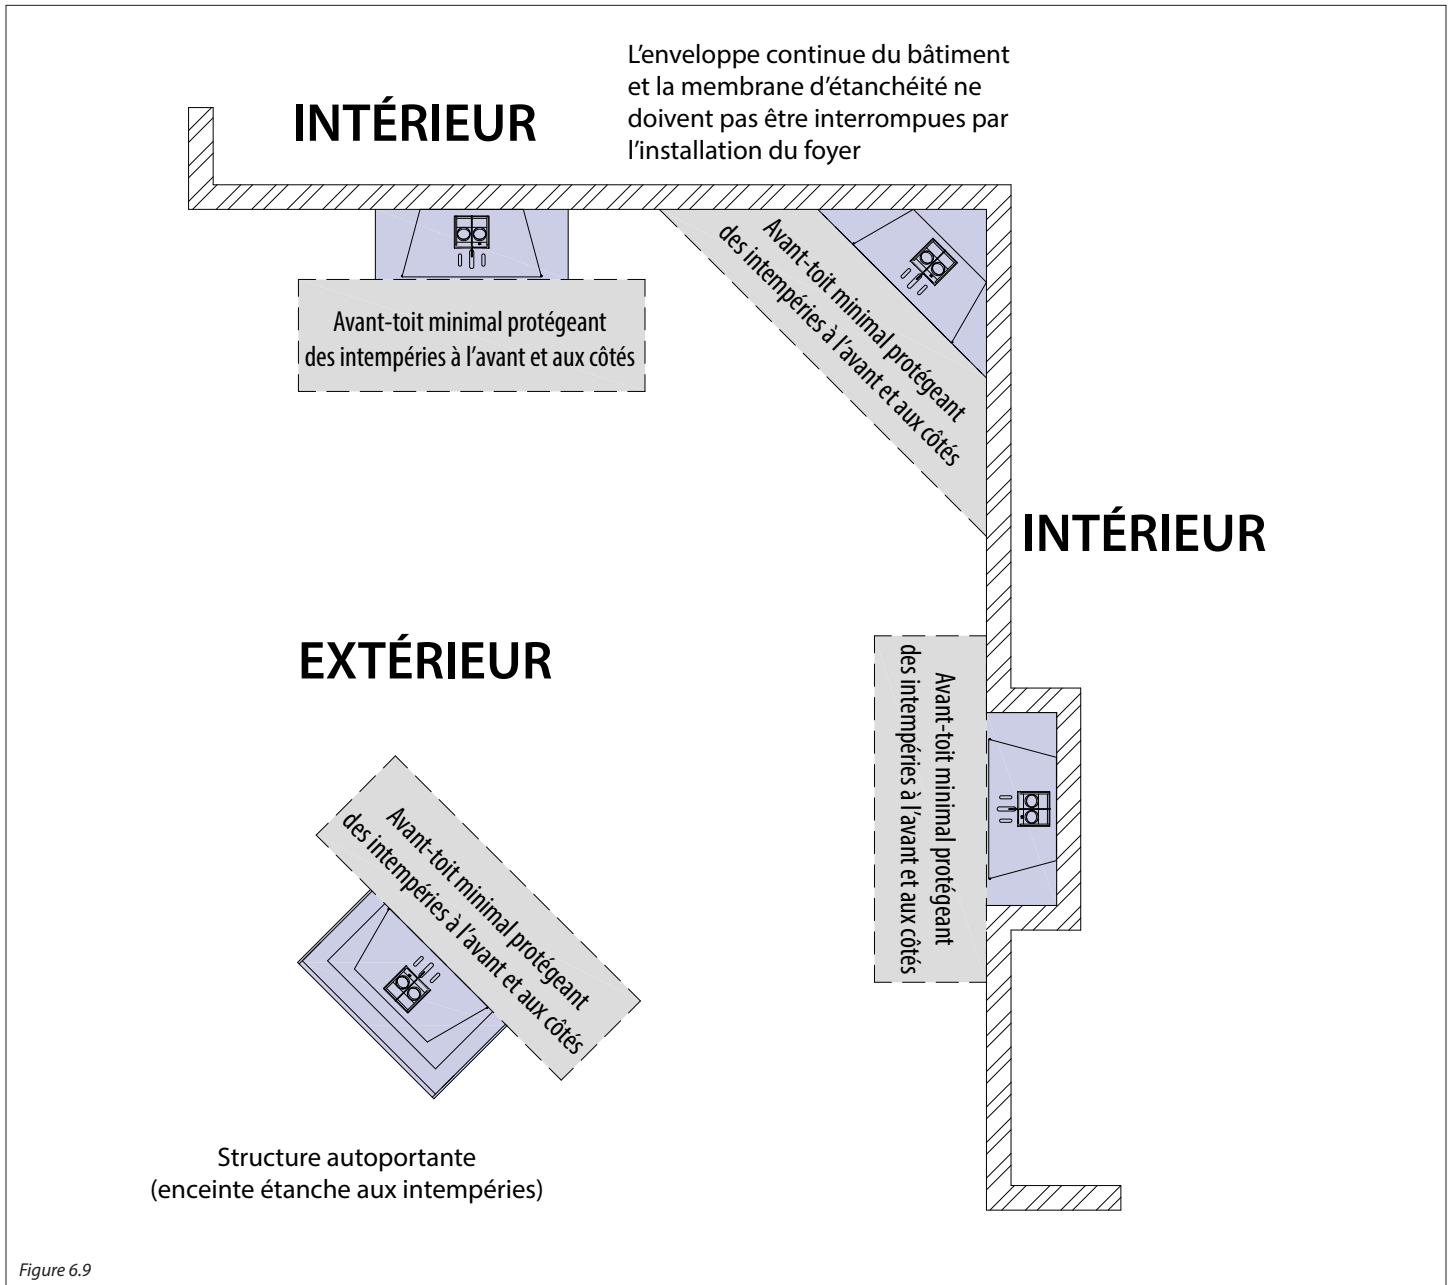

Figure 6.9
- L'enveloppe continue du bâtiment et la membrane d'étanchéité (protégeant des intempéries) ne doivent pas être interrompues par l'installation du foyer. Voir la Figure 6.9 à la page suivante.